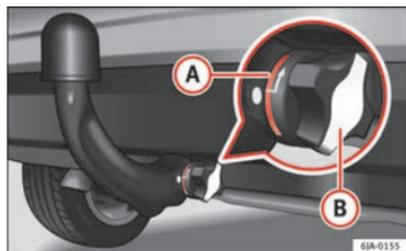

Fig. 119 Fixação correcta da barra de cabeça esférica
- A marca vermelha **A** ⇒ Fig. 119 na roda manual indica a marca branca na barra de cabeça esférica.